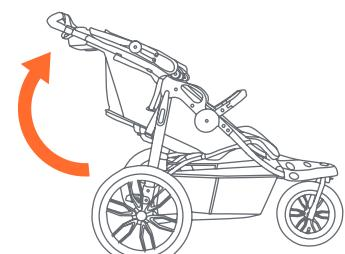

Fig. 21b
- 21) • Destrabe la palanca de liberación (Fig. 1a). Despliegue el armazón del cochecito tirando hacia atrás del manubrio (Fig. 21b). La barra se trabarán cuando las patas estén completamente extendidas.